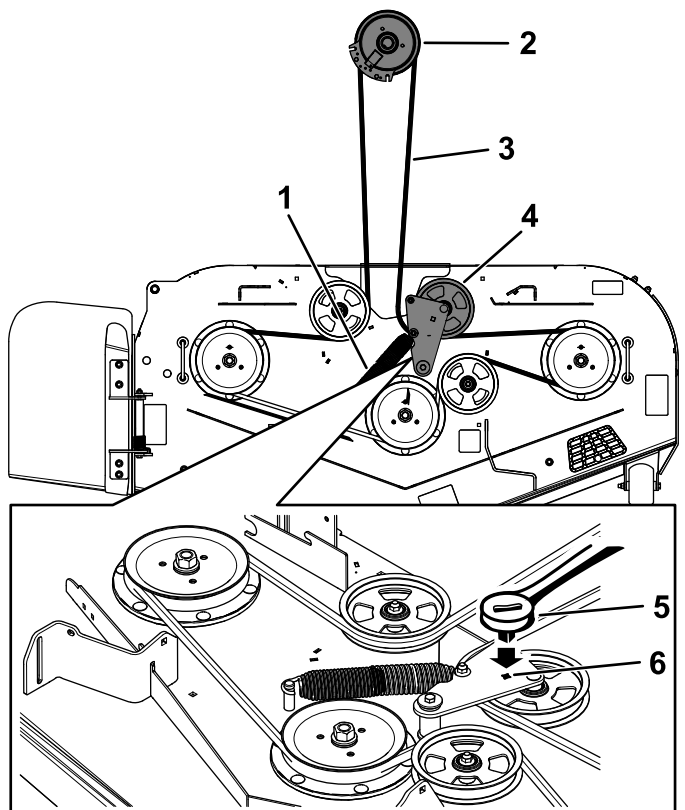

Figure 82
5. Insérez un rochet de $\frac{3}{8}$ pouce dans le trou carré du bras de la poulie de tension pour détendre le ressort de la poulie de tension (Figure 82).
7. Enlevez le guide-courroie situé sur le bras de la poulie de tension rappelé par ressort (Figure 82).
9. Acheminez la courroie neuve autour des poulies du tablier de coupe et de la poulie d'embrayage, sous le moteur (Figure 82).
10. Montez le guide-courroie sur le bras de la poulie tension (Figure 82).
11. Insérez le rochet de $\frac{3}{8}$ pouce dans le trou carré et installez le ressort de la poulie de tension (Figure 82).